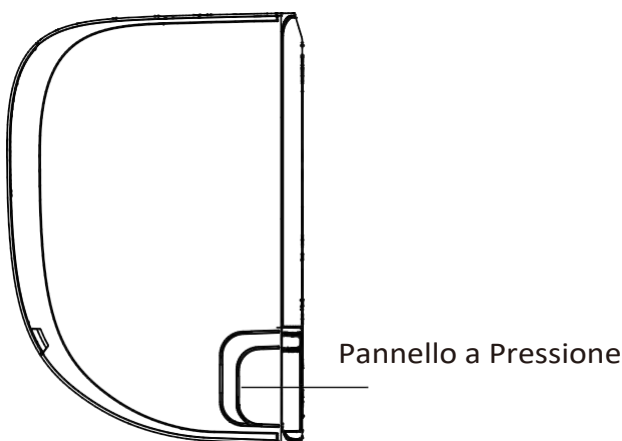

Fig. 3.3
2. Se il foro a muro è dietro l'unità, tieni il pannello a pressione al suo posto. Se il foro a muro è sul lato dell'unità interna, rimuovi il pannello a pressione di plastica dal lato dell'unità. **(Vedi Fig. 3.3)** Ciò creerà una fessura attraverso la quale la tubatura potrà uscire dall'unità. Usa delle pinze se il pannello di plastica è troppo difficile da rimuovere con le mani.